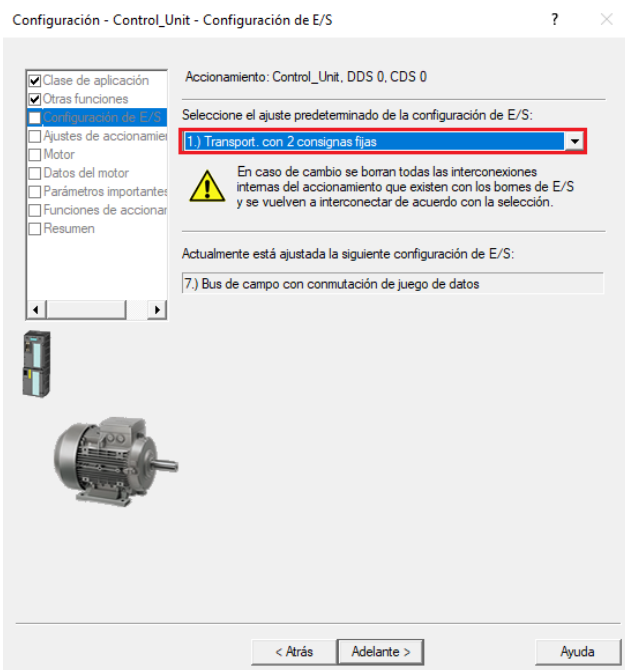

Figura 29: Configuración E/S.
- En la siguiente ventana “Configuración E/S”, seleccionar el ajuste “**1.) Transport. con 2 consignas fijas**” (ver Figura 29). Luego presionar el botón “Adelante”.